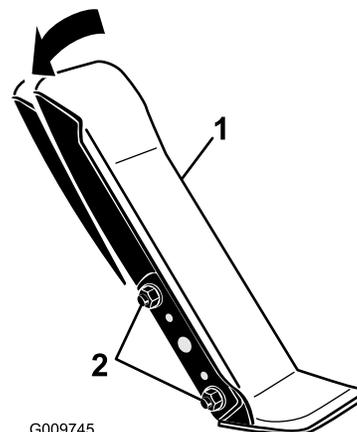

Рисунок 90
1. Ослабьте две гайки и болты крепления левой стороны педали тяги к кронштейну (Рисунок 90).
2. Поверните педаль под требуемым рабочим углом и затяните гайки (Рисунок 90).